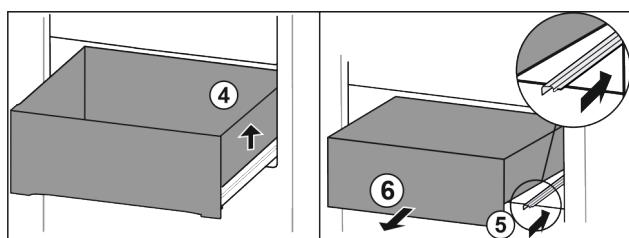

Fig. 78
- Nadvhignite zásuvku doprava. Fig. 78 (4)
- Zasuňte pravú koľajničku. Fig. 78 (5)
- Odoberte zásuvku dopredu. Fig. 78 (6)